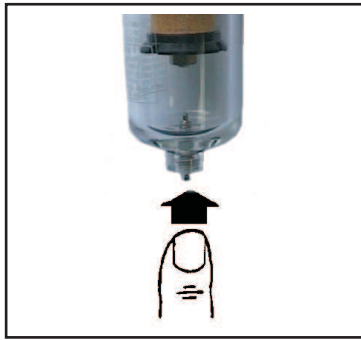

Fig.7 Abb.7
- Ogni mese scaricare l'acqua accumulata nel filtro uscita aria (Fig. 7) procedendo nel seguente modo: (operazione da eseguire con il serbatoio in pressione) premendo sul pulsante si ottiene lo scarico della condensa contenuta nel bicchiere;
- Einmal monatlich das im Luftablassfilter (Abb.7) angesammelte Wasser ablassen, indem folgendermaßen vorgegangen wird: (dieser Eingriff ist bei unter Druck stehendem Tank auszuführen) durch Drücken der Taste wird das in der Tasse enthaltene Kondenswasser abgelassen;